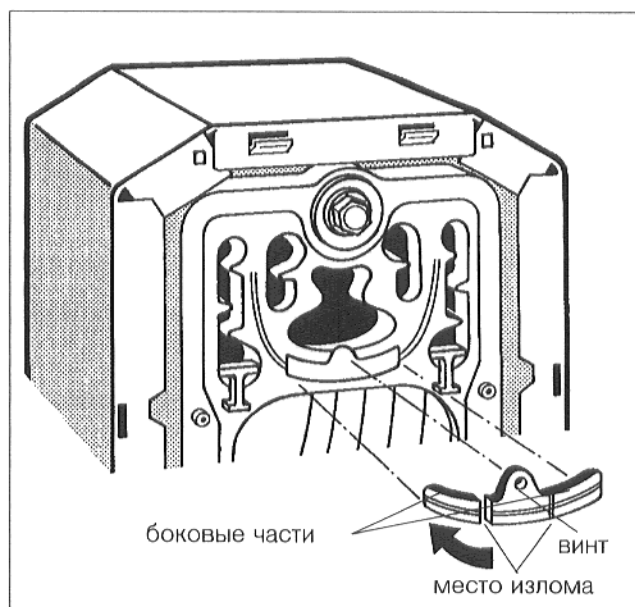

Рис. 34
- Положить запорный элемент топочного газа на подкладку так, чтобы место, предусмотренное для излома, не прилегало к подкладке (рис. 34).